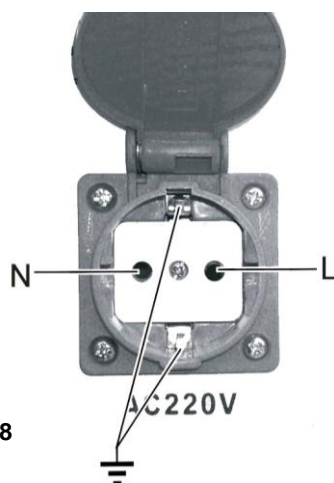

Рис. 8
- Этот разъем используется для работы с однофазными нагрузками 220 вольт переменного тока, 50 Гц (См. Рис.8).